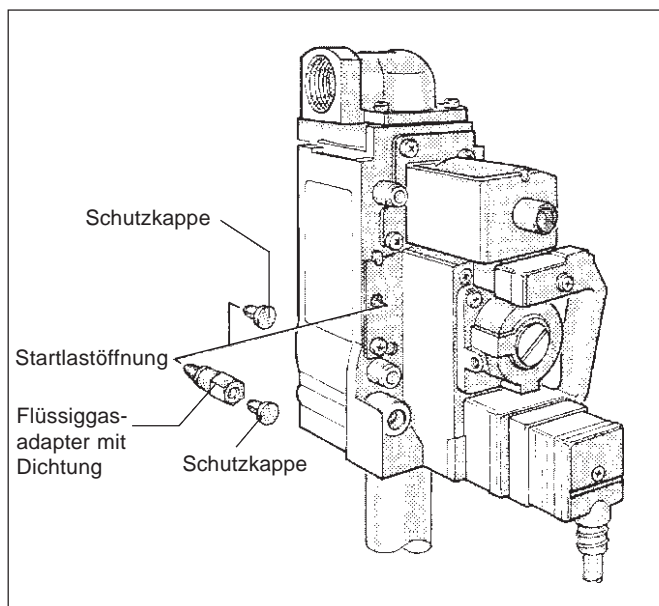

Abb. 37: Gasbrennerarmatur "Honeywell" VR 4601
- Bei Umstellung auf Flüssiggas Schutzklappe über der Startlastöffnung entfernen und Flüssiggasadapter mit Dichtung einschrauben. Sollte der Flüssiggasadapter nicht mit einer eigenen Schutzklappe versehen sein, Schutzklappe der Startlastöffnung auf den Flüssiggasadapter aufstecken (Abb. 37).
Bei Umstellung auf Erdgas Adapter herausdrehen und Schutzklappe auf Startlastöffnung aufstecken (Abb. 37).